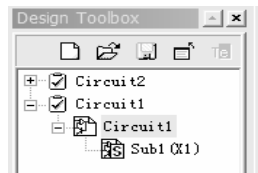

图 4-36 子电路文件
1) 选择菜单“Place”→“New Subcircuit”命令，在出现的对话框中为子电路输入名称。单击“OK”按钮，子电路的影子跟随鼠标移动，在主电路窗口中单击将子电路放置到主电路中，如图 4-35a 所示。此时在设计工具箱中主电路文件下加入了子文件“Sub1(X1)”，如图 4-36 所示。